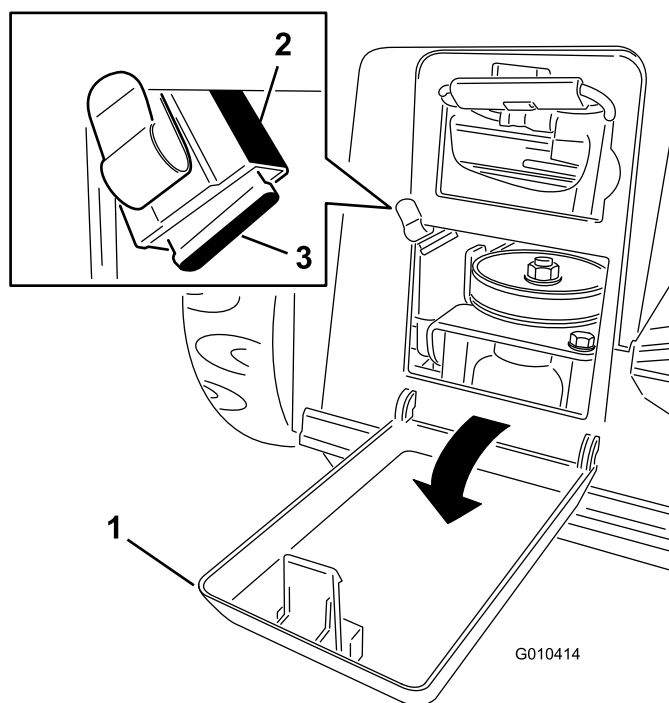

Figura 9
1. Montate il coperchio della batteria (Figura 9).
2. Localizzate il portafusibili dall'angolo superiore sinistro dell'apertura dello scomparto della batteria (Figura 9).